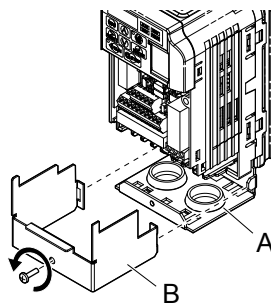

Figura 3.14 Cómo quitar la Tapa de la Terminal en un Inversor IP20/NEMA Tipo 1
2. Afloje el tornillo en la tapa de la terminal (**Figura 3.14, B**) para quitar la tapa de la terminal y exponer el soporte del conducto (**Figura 3.14, A**).